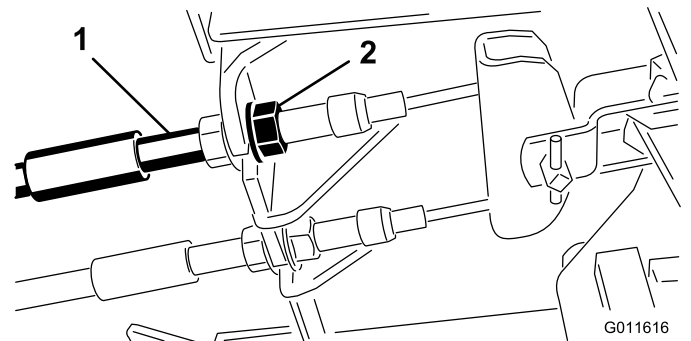

図 67
1. 遊びを減らすブレーキを締めるには、ブレーキケーブルのネジ山の前ナットをゆるめ、後ろのナットを締める (図 67)。